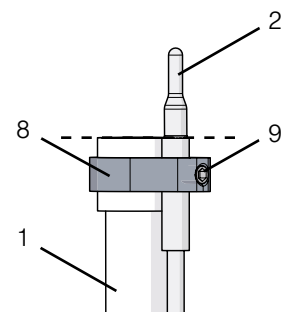

図 2
- ⇒ 混合管及びセンサーの上からセンサーホルダーを押し込み、混合管上部のほぼ中央にくるように取り付けます (図2)。
- ⇒ センサーの真鍮スリーブと混合管の上端の上縁が直線になるようにセンサー位置を決めます (図2)。